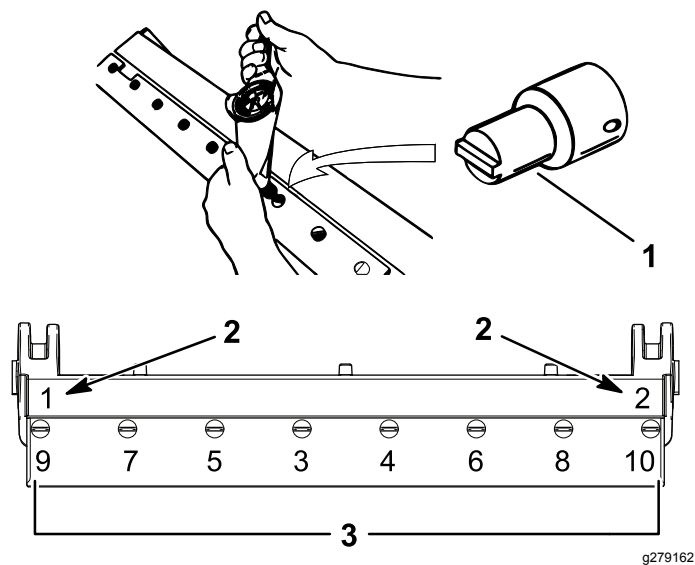

Figura 34
- A. Apriete los 2 tornillos exteriores a 1 N·m; consulte Figura 34.
- B. Trabajando desde el centro de la contracuchilla, apriete los tornillos a 23 – 28 N·m; consulte Figura 34.